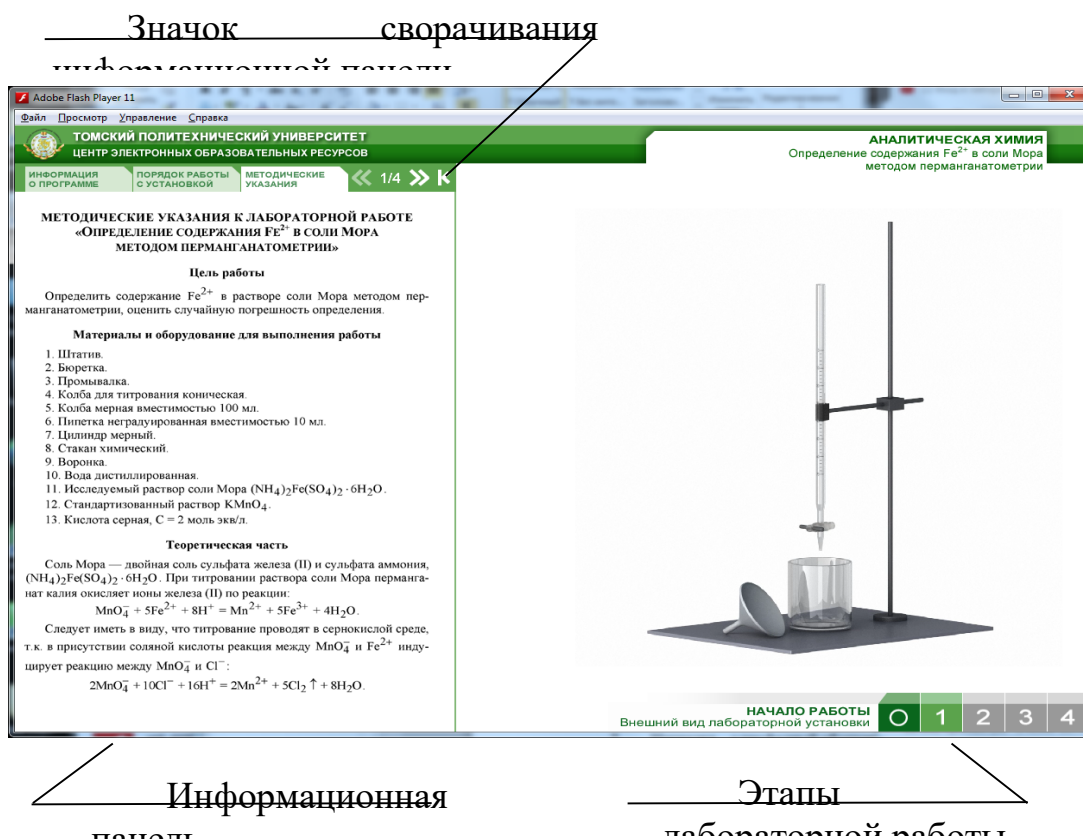

Рис. 2.1. Интерфейс ВЛР
3. Запустите двойным щелчком файл **Лабораторная установка**, откроется окно ВЛР (рис. 2.1), основными элементами которого являются:
Управление *Лабораторной установкой* производится при помощи мыши. Все активные элементы лабораторной установки подсвечены цветными маркерами. Чтобы развернуть на все поле окно *Лабораторной установки*, надо нажать на *Значок сворачивания информационной панели* (см. рис. 2.1, 2.2). Повторное нажатие вернет информационную панель на место.